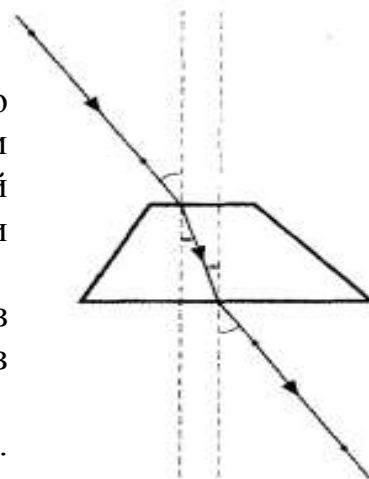

Рис.2
9. Восстановите на листе бумаги ход луча света до падения на пластину (рис. 2) и определите место, в котором луч попал на ее поверхность. Для этого соедините линией две точки, сделанные на бумаге по ходу падающего луча, и продолжите линию до пересечения с контуром пластины.